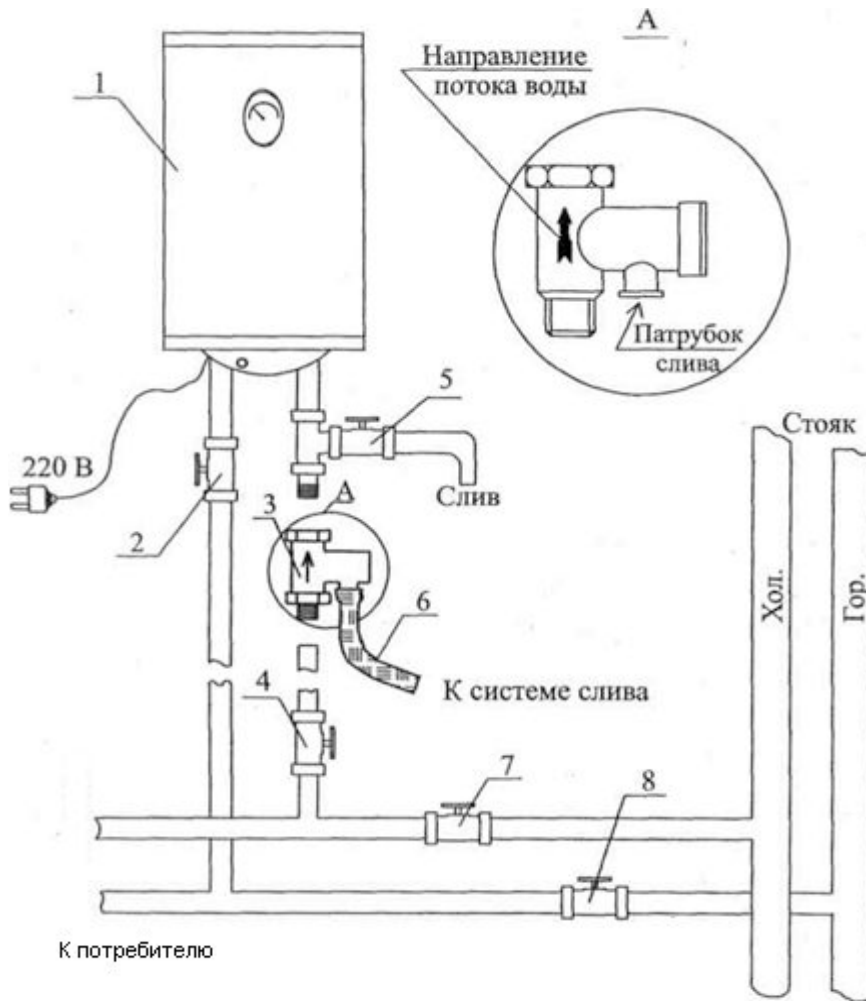

Рисунок 4 - Схема подключения к водопроводной сети
**Внимание!** *Если водонагреватель не будет использоваться в течение зимнего периода (например, на даче) то, во избежание замерзания воды в водонагревателе, следует слить из его ёмкости всю воду через сливной кран 5, рис.4, предварительно отключив водонагреватель от электросети.*